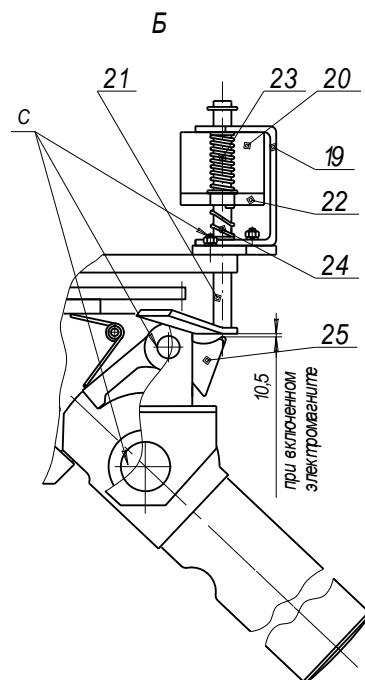

Рис.3
В модели «Бизант-5.3» агрегат турникета оснащается устройством «Антипаника» (см. рис. 3), которое состоит из каркаса (19) с закрепленным на нем электромагнитом (20), толкателя (21), якоря (22) и пружин (23 и 24). Толкатель представляет собой П-образную рамку, состоящую из двух направляющих и упора. Направляющие толкателя проходят через отверстия каркаса и якоря, обеспечивая, тем самым, возможность поступательного перемещения толкателя и якоря относительно электромагнита и друг относительно друга. Диапазоны перемещений толкателя относительно каркаса и якоря ограничиваются упорными шайбами.